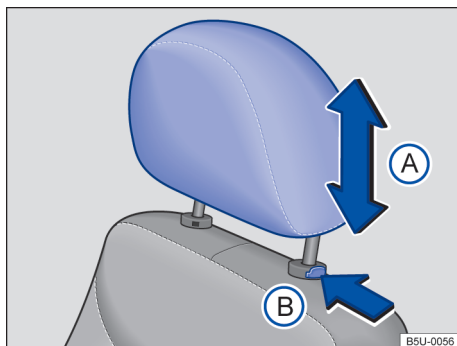

Fig. 65 Apoio para cabeça dianteiros: desinstalar.
- Pressionar o botão → Fig. 65 (B) no sentido da seta. Retirar o apoio para cabeça com o botão pressionado.
- Empurrar o apoio para a cabeça totalmente para baixo com o botão → Fig. 65  pressionado.